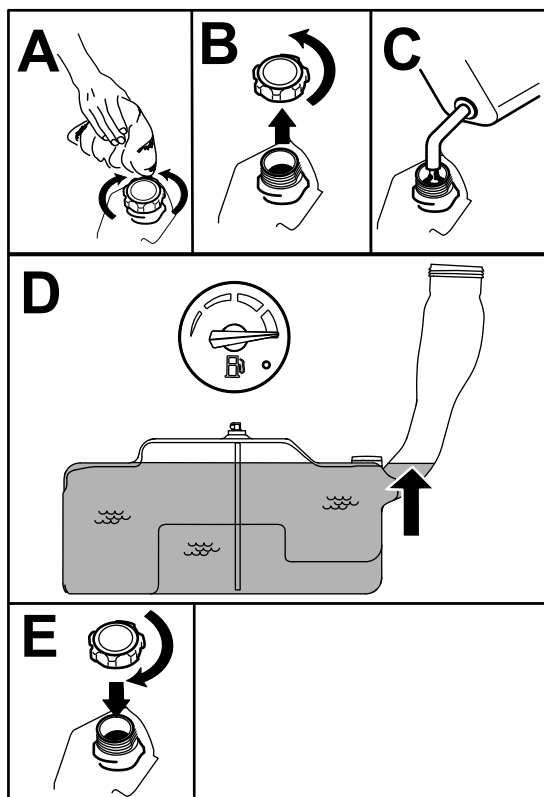

Figura 8
5. Umpleți rezervorul de combustibil până când indicatorul de combustibil atinge marcajul Full (Plin) (Figura 8).